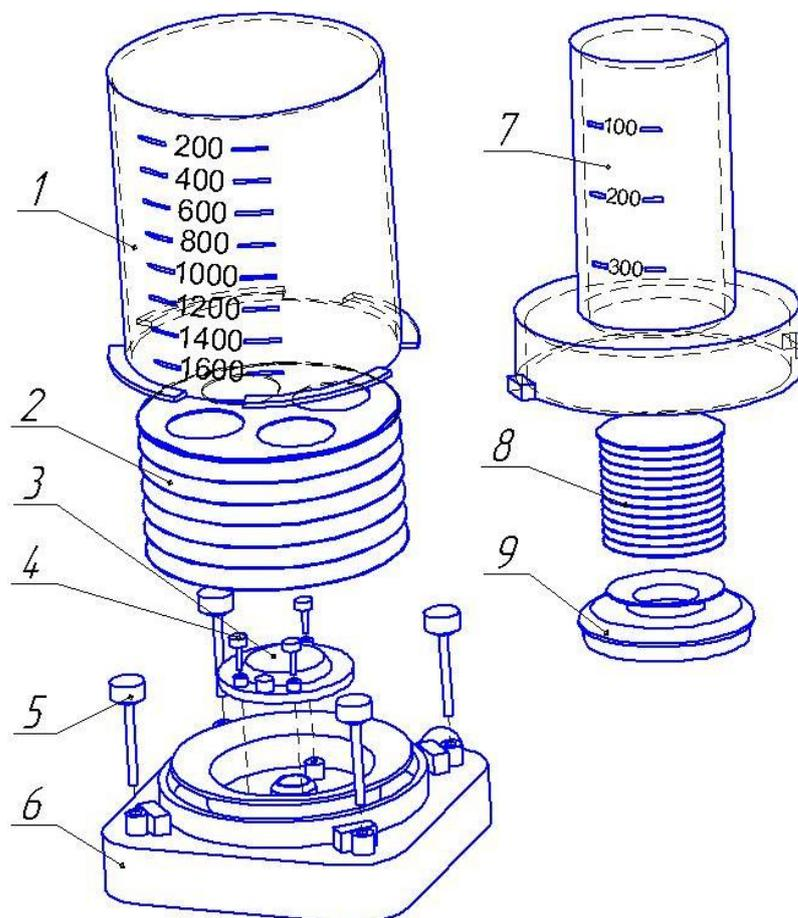

Рис. 2. Блок меха аппарата
Аппарат можно легко приспособить к педиатрическим требованиям посредством замены взрослого меха на педиатрический(см.Рис.2: замена элементов 1 и 2 взрослого меха на элементы 7, 8 и 9 детского меха). Максимальный дыхательный объем педиатрического меха – 300 мл.
1. Установка непосредственно на блок управления (см. Рис.1 и Рис.2).